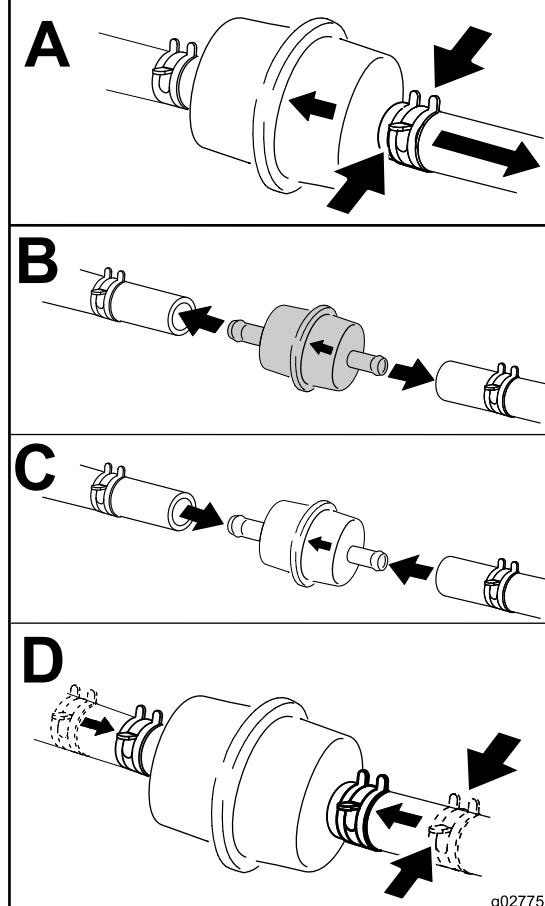

Figura 43
3. Cambie el filtro de combustible según se muestra en Figura 43.